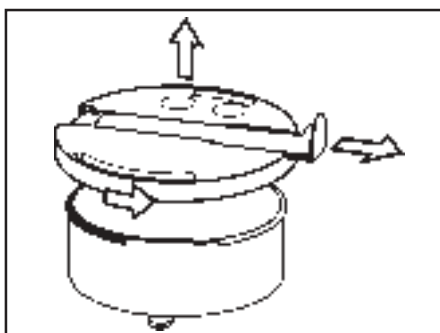

Fig. 14: Demontering av expansionskärlet
3. Dra spjället i locket åt höger (se fig. 14).